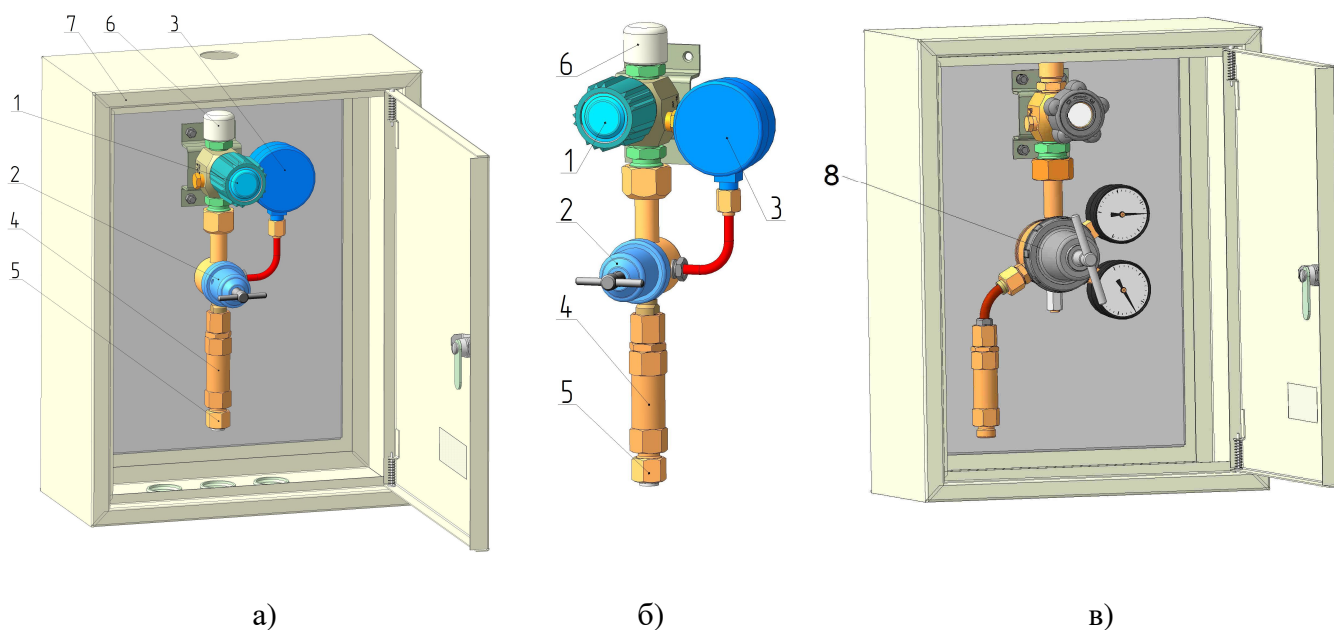

Рис.1 Пост газоразборный: а - ПГК-10-3; б - ПГК-10; в - ПГК-50-3
4.1 Внешний вид поста показан на рис. 1